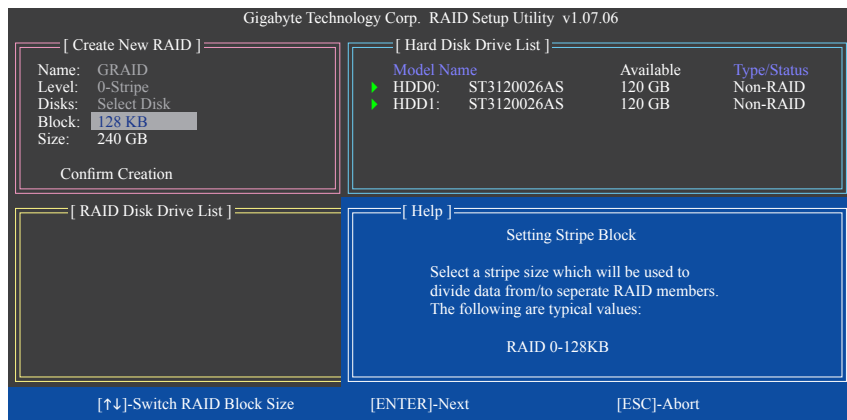

図 6
4. **Set Block Size (RAID 0 only):** Block 項目の下で、上または下矢印キーを使用してストライプブロックサイズを 4 KB～128 KB の範囲で選択します (図 6)。<Enter> を押します。